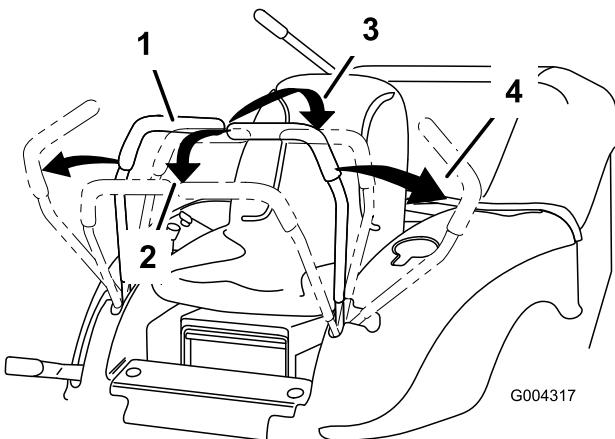

Figura 12
2. Para andar para a frente empurre as alavancas de controlo do movimento para a frente (Figura 12).
Para andar a direito, aplique pressão igual em ambas as alavancas de controlo do movimento (Figura 12).
Para rodar, liberte a pressão da alavanca de controlo de movimento virada para a direcção para a qual quer virar (Figura 12).
2. Para andar para trás, puxe as alavancas de controlo do movimento para trás (Figura 12).